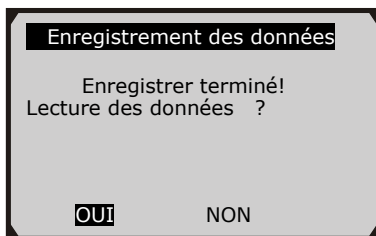

Figure 5.27
- 8) L'outil d'analyse maintient les données d'enregistrement PID jusqu'à ce que l'utilisateur appuie sur la touche **ESC**, l'emplacement de mémoire sélectionné est plein, ou il termine l'enregistrement. Un message vous demandant la lecture des données s'affiche à l'écran. (Figure 5.27)